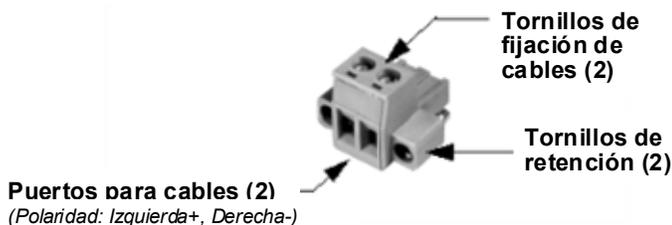

Figure 4. Conector de alimentación de CC
4. **Conecte la toma de corriente principal.** El voltaje de entrada debe ser de 10,0 a 30 Vdc y poder proporcionar al menos 2,5 Amperios. Se proporciona un conector de alimentación con terminales de tornillo (ver Figure 4). Pele 6 mm (1/4 de pulgada) de los cables de la toma e insértelos en los puertos para cables. Asegúrese de respetar la polaridad adecuada, tal y como se muestra. Apriete firmemente los tornillos de fijación.